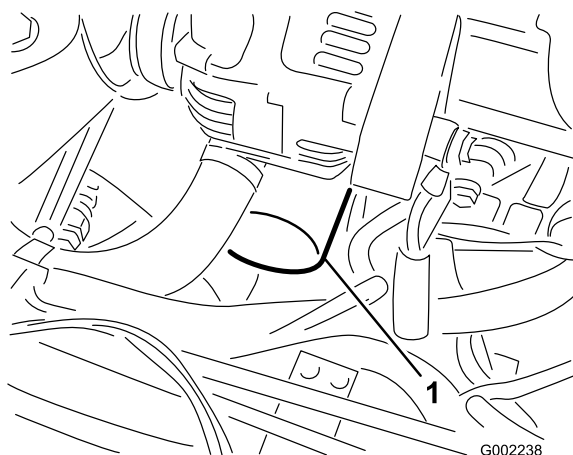

Figura 40
7. Togliete il vecchio filtro dell'olio (Figura 40).
Girate il filtro in senso orario finché la guarnizione di gomma non tocca l'adattatore, quindi serrate il filtro di un altro mezzo giro (Figura 40).